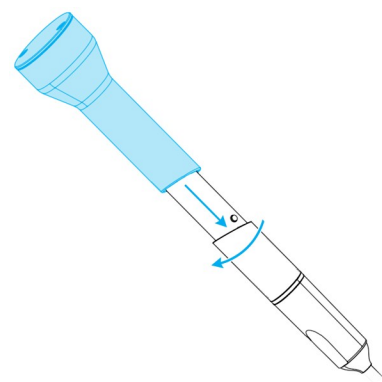

Figura 10: Uso de la funda de comprobación de integridad
3. Deslice la funda de comprobación de integridad sobre la pieza de mano y gírela en sentido horario para bloquearla en su posición (consulte *Figura 10: Uso de la funda de comprobación de integridad*, p. 36).